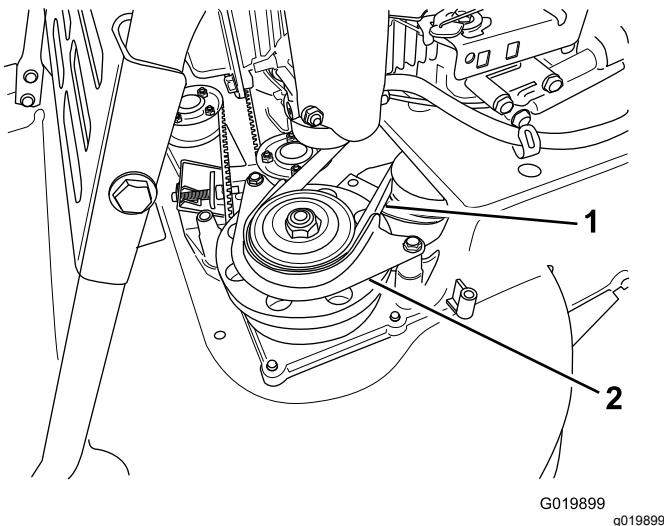

Figura 40
- Retire el protector de la correa del EFC (Figura 40).